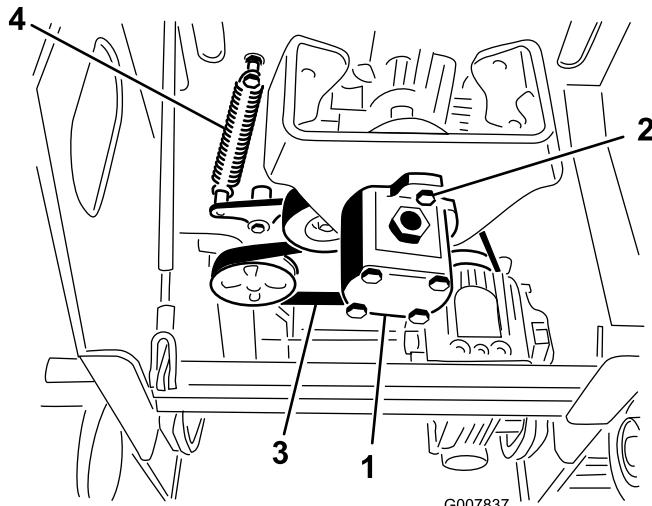

Figura 49
5. Desaperte os 2 parafusos da bomba (Figura 49).
6. Rode a bomba no sentido contrário ao dos ponteiros do relógio e deixe que se afaste da polia (Figura 49).
7. Utilizando um puxador de mola (contacte o distribuidor autorizado) ou um gancho de metal, puxe a extremidade da mola da polia intermédia do parafuso da mola para libertar a tensão na correia (Figura 49).